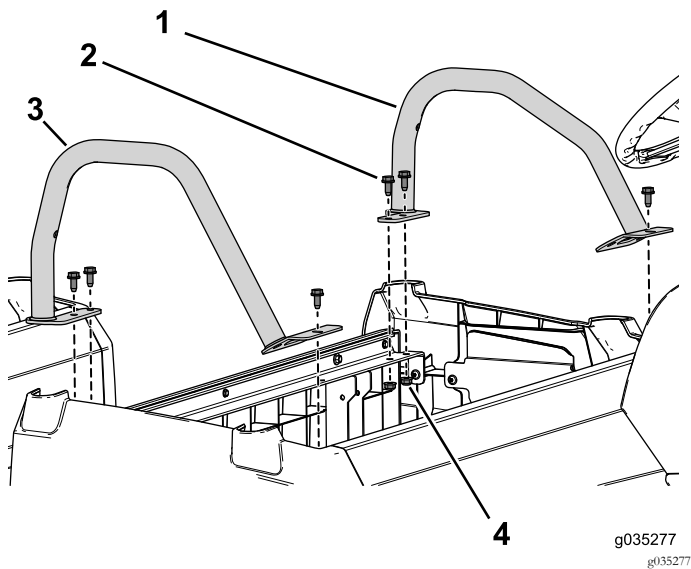

Bild 97
7. Befestigen Sie die linken und rechten Hüftgurte mit den sechs Bundbolzen ($\frac{3}{16}$ " x $\frac{3}{4}$ ") und Bundmuttern am Sitzunterteil (Bild 97).